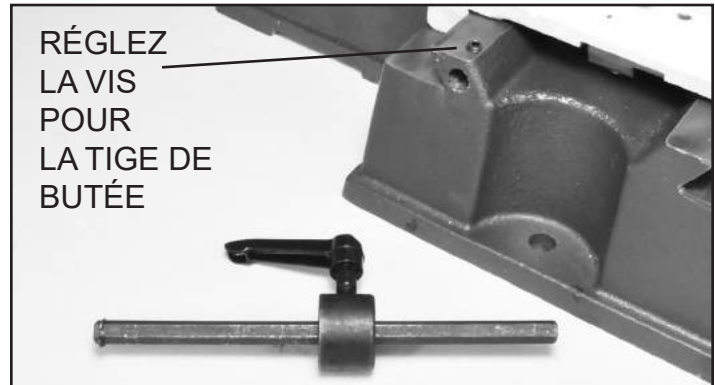

FIG. 5
1. Faites glisser un assemblage de collier ajustable de blocage (#74 et #75) sur chacune des tiges de butée (#76) et resserrez-les légèrement en place pour qu'elles ne puissent pas bouger. FIG. 5.